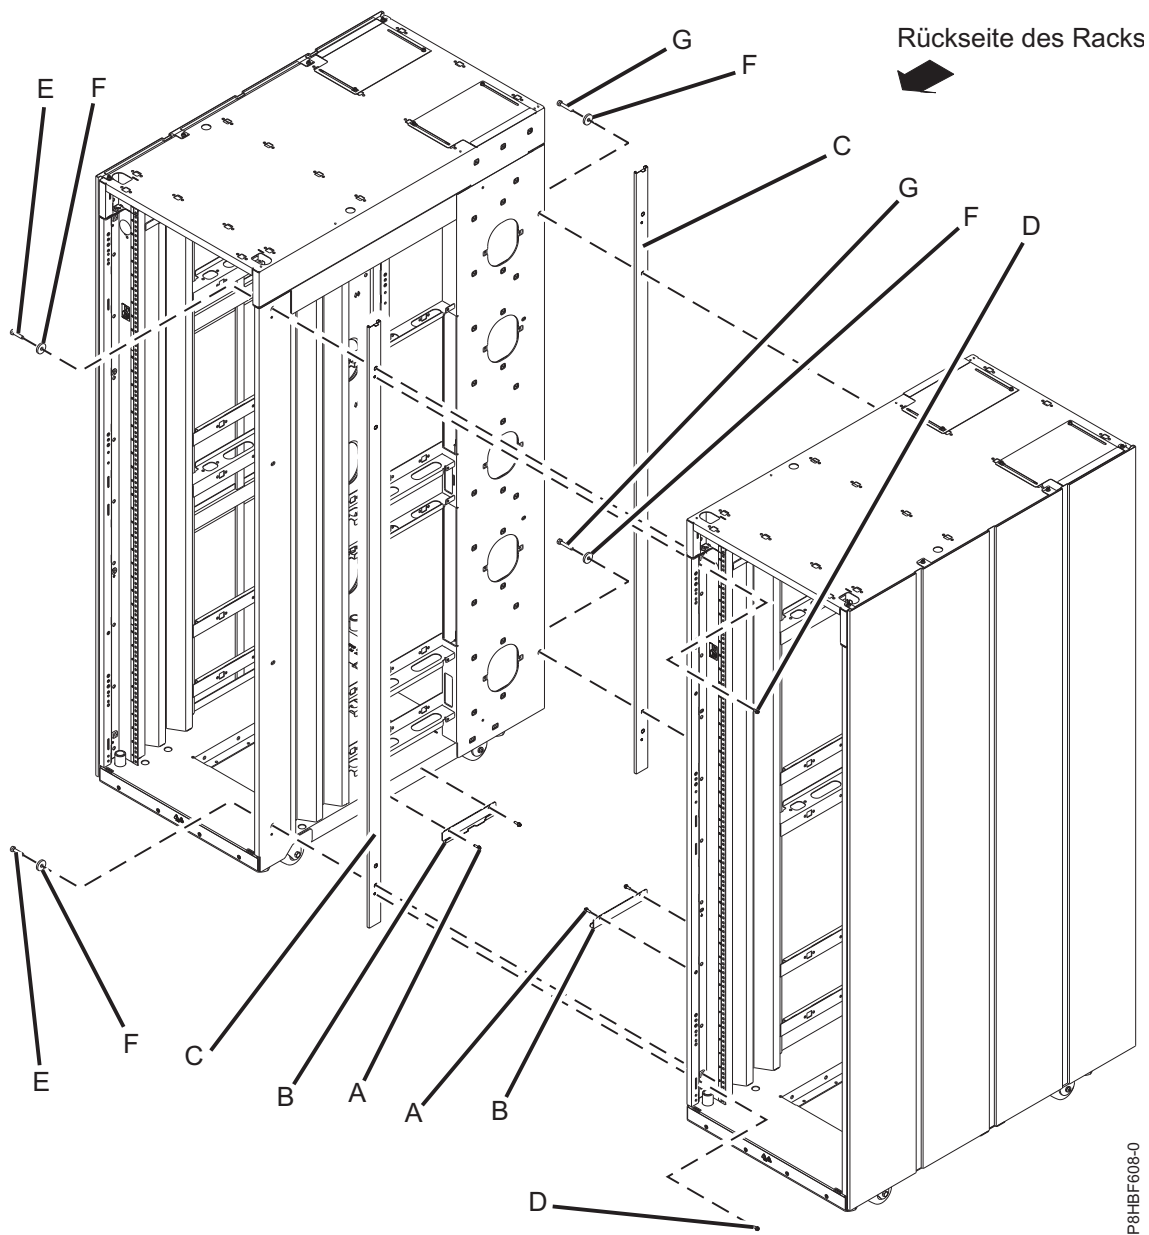

Abbildung 65. Seitenabdeckungen, Halterung und Abstandshalter zum Verbinden mehrerer Racks ausbauen
4. Bringen Sie mit zwei Schrauben **(D)** die Halterung des Abstandshalters **(C)**, an der Vorderseite) an. Richten Sie die hintere Halterung des Abstandshalters **(C)** aus und installieren Sie diese (siehe Abb. 65 auf Seite 88).